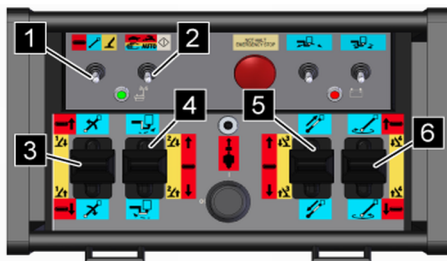

Fig. 94: Mode des appuis
6. ➤ Appuyer sur l'interrupteur à bascule (Voir la Fig. 94/1) vers la droite sur [Fonctions des appuis] (jaune).
7. ➤ Mettre l'interrupteur à bascule (Voir la Fig. 94/2) à gauche sur [mode manuel].
8. ➤ Sélectionner avec les leviers de commande (Voir la Fig. 94/3 à 6) l'appui/les appuis souhaité(s), et rentrer les appuis correspondants en poussant le levier correspondant vers l'avant.